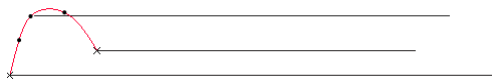
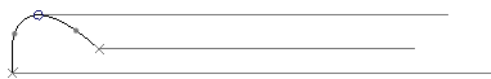

图 8.8.34 对齐左、右端点
图 8.8.35 拖移其余自由点
② 按住 Shift 键, 分别将 ISDX 曲线 3 的左、右端点与图 8.8.34 所示的交点对齐, 这两个端点将变成小叉 “×”; 将第三个点 (左起) 放置在图 8.8.35 所示的直线上。
③ 拖移 ISDX 曲线 3 的其余自由点, 直至如图 8.8.35 所示。